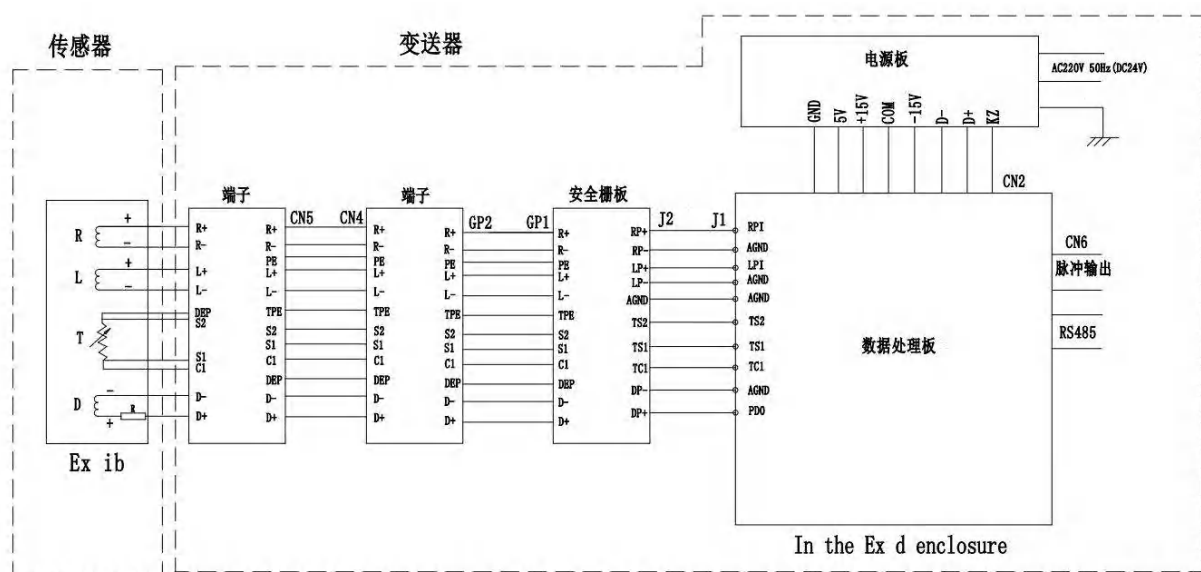

图 8-1 防爆系统图
- 本质量流量传感器适用于 IIB 爆炸性气体环境，可安装在符合 Ex ib IIBT1Gb ~ T6 Gb/Ex ib IICT1 ~ T6 Gb 防爆等级区域。CFT 型转换器是传感器的配接设备，可安装在符合 Ex d[ib] IIBT4Gb 防爆等级区域。防爆系统如图 8-1 所示